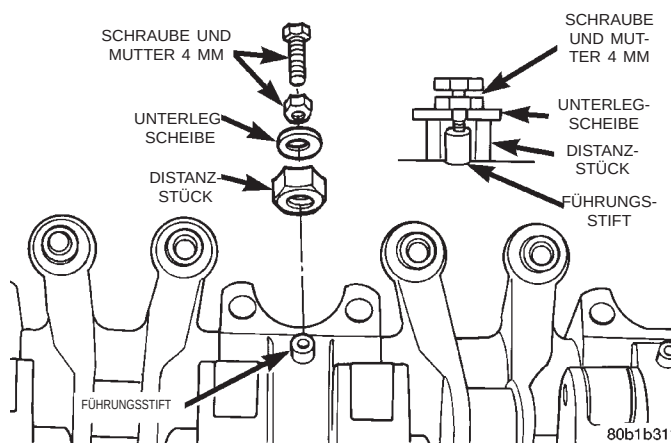

Abb. 105 Kipphebel und Kipphebelwelle zerlegen
(1) Führungsstift ausbauen. Hierzu eine 4-mm-Schraube mit Mutter, einen Distanzring und eine Unterlegscheibe verwenden (Abb. 105). Schraube in den Stift eindrehen, anschließend die Mutter auf der Schraube losdrehen. Dadurch wird der Führungsstift aus dem Wellenlagerbock gezogen. Führungsstifte nicht wiederverwenden. Kipphebel und Lagerböcke der Reihe nach ausbauen.